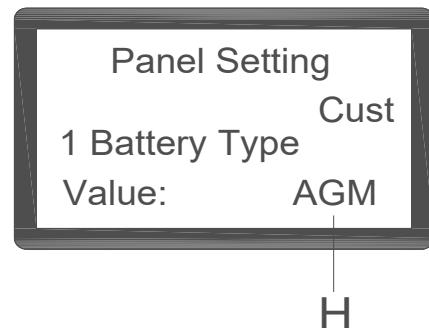

Figura 6
- Pulse al mismo tiempo el botón del caudal de agua «-» (A, figura 6) y «+» (B, figura 6).
- Introduzca la llave de encendido (C, figura 6) y colóquela en la posición «I».
- Varios segundos más tarde, entre en la pantalla de selección del modo de batería (figura 6).
- Pulse el botón del caudal de agua «-» (A, figura 6) y «+» (B, figura 6) para seleccionar el modo de batería (H, figura 6)
- Pulse el botón de desbloqueo (D, figura 6). Al cabo de 3 segundos aparece «Actualización OK» esto quiere decir que la actualización se ha realizado correctamente, reinicie la máquina. (C, figura 6).